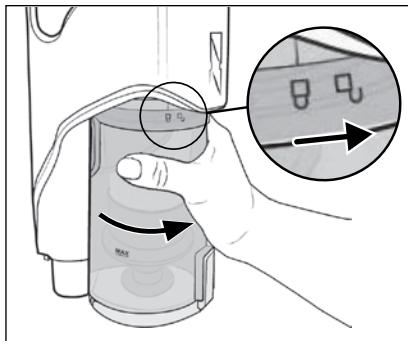

Fig. 28
- 8) Reinserirre il contenitore di raccolta dello sporco **7** nell'apparecchio e ruotarlo in direzione del simbolo **A** (chiudere) fino a quando non si innesta saldamente nell'apparecchio (vedere fig. 28).